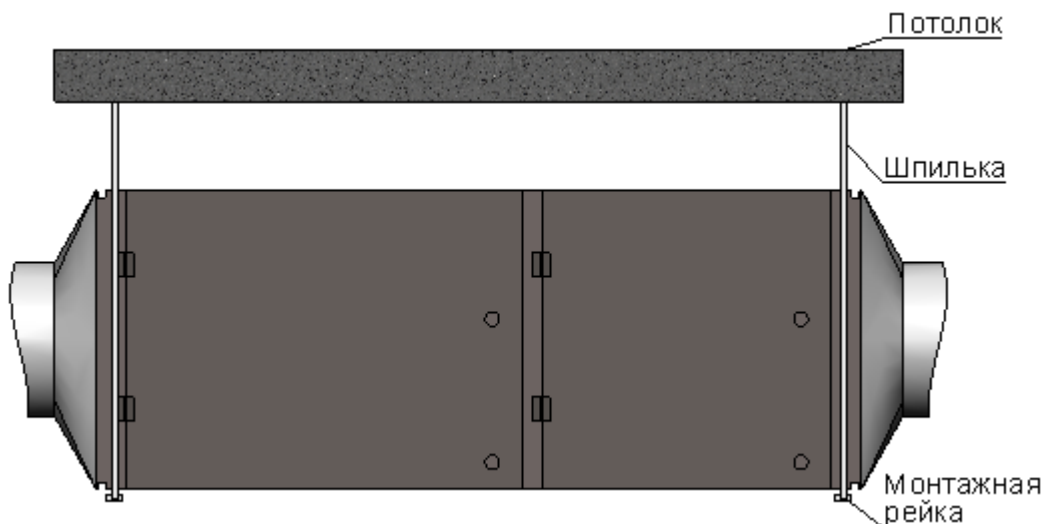

РИС. 4. КРЕПЛЕНИЕ ОБОРУДОВАНИЯ К ПОТОЛКУ
- на монтажную рейку к потолку (рис. 4).